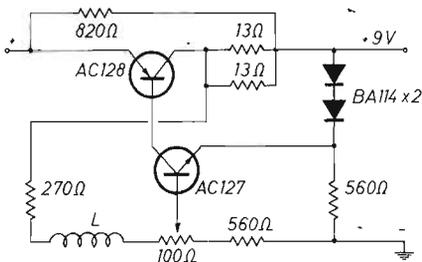

figura 6
Circuito di figura 3 in basso a sinistra; circuito di figura 6 in alto.
- n. 1 circuito di regolazione per la velocità del motore, schema di figura 6;
Per il circuito regolatore del motore ho scelto il semplice schema riprodotto in figura 6 a pagina precedente, progettato dalla Philips per i suoi registratori serie portatile.
Bisogna prestare cura nel posizionare il circuito di figura 6, cioè metterlo il più vicino possibile al motore e il più lontano possibile dal circuito di figura 3, provvedendo inoltre a schermare i fili del positivo e del negativo che vanno dal circuito al motore.
Il circuito di figura 6 andrà adoperato solo nel caso che si adoperi una meccanica sprovvista della regolazione dei giri del motore. Il mio consiglio è di cercare meccaniche provviste solo del motore, quindi più economiche, poi di auto-costruire il regolatore della velocità di figura 6.
Va benissimo il nastro **leader**, quello che si usa per la coda colorata nelle cassette. Velocità  $4,75 \text{ cm/sec} \times 60 \text{ sec} = 285 \text{ cm}$  (al minuto). Quindi la durata dei **sol** 2,85 m aggiunti alla C zero dovrà essere di sessanta secondi esatti; perciò regolate per tentativi il trimmer da  $100 \Omega$  del circuito di figura 6. Con questo semplice metodo si ottiene una buona precisione, vincolata alla nostra bravura nell'eseguire le operazioni descritte, nella maggior parte dei casi comunque entro i limiti di tolleranza. I più raffinati potranno procedere per confronto di un segnale a 50 Hz registrato con un registratore già tarato, oppure provare pazientemente a registrare un segnale a 50 Hz e regolare la velocità del registratore fino
il trimmer da  $100 \Omega$  del circuito di figura 6 fino a ottenere sullo schermo una ellisse (o un cerchio) perfettamente **fermi** (principio delle figure di Lissajous). Al momento della scelta della testina di lettura cercate di avere le caratteristiche principali e se possibile le curve di risposta.